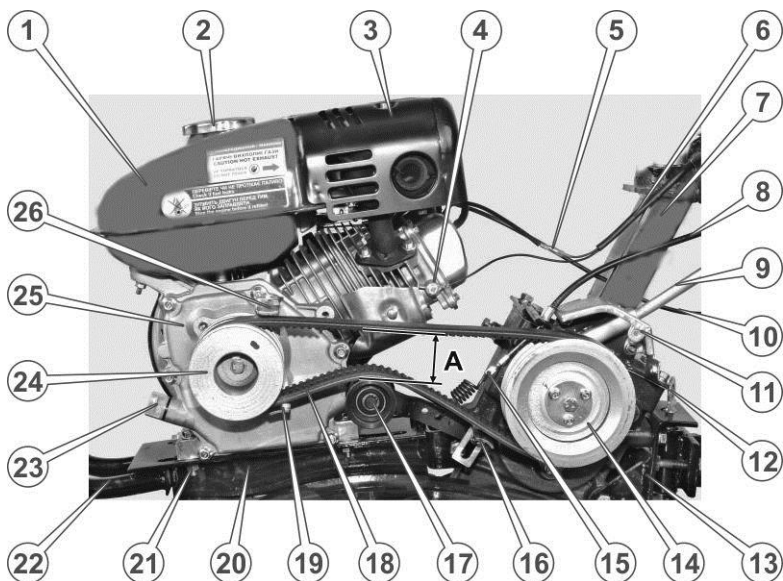

Рисунок 8. – Вид без кожуха реміної передачі
9. Дістати з меншої пакувальної коробки зібраний двигун мотоблока, оглянути його з метою виявлення можливих механічних пошкоджень. Встановити двигун на раму мотоблока (див. рисунок 8.) та закріпити болтами, які передбачені в комплекті кріпильних виробів.
21. У разі необхідності – відрегулювати положення притискного ролика таким чином, щоб за умови відпущеного зчеплення паси вільно провисали, але не спадали зі шківів. Якщо зчеплення затиснуто, повинен забезпечуватися щільний, без прослизання, контакт пасів зі шківими, за цих обставин відстань між нижньою та верхньою гілками пасів повинна становити 60-65 мм (див. розмір «А» на рисунок 8.)